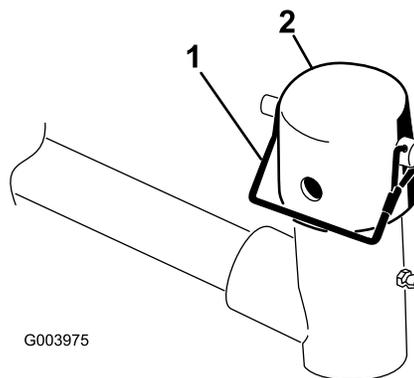

Figure 7
7. Retirez la goupille élastique et le capuchon de la chape de pivot du bras de relevage (Figure 7).
11. Fixez le capuchon et l'arbre du bâti porteur à la chape du bras de relevage avec la goupille à fermoir. Utilisez la fente si un plateau de coupe directionnel est recherché ou utilisez le trou si le plateau de coupe doit rester fixe (Figure 7).